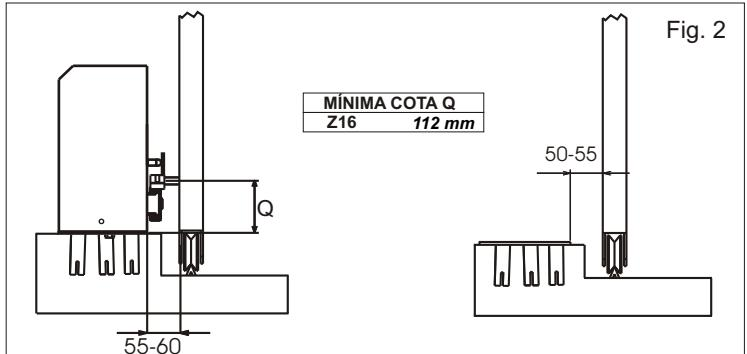

Fig. 2
- 2.3. Antes de cementar la placa de anclaje asegurarse que la misma resulte perfectamente horizontal y que sea respetada la cota de 50 - 55 mm indicada en la Fig. 2.
- 3.2. Ajustar la altitud del motorreductor utilizando los cuatro tornillos en dotación (Fig.3) respectando las cuotas mencionadas en Fig. 2. Los tornillos de regulación pueden ser utilizados para corregir una nivelación anterior imperfecta de la placa de fundación.